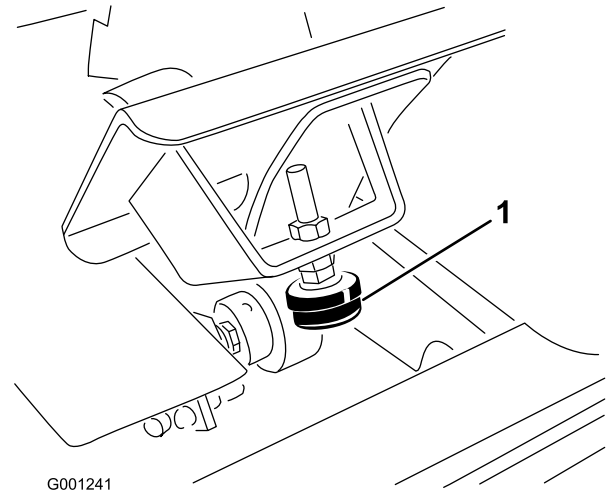

Bild 67
1. Prüfen Sie die Einstellung des Anschlages des Fahrpedals. Der Pedalanschlag (Bild 67) sollte den Rahmen leicht berühren, bevor die Pumpe den ganzen Hub durchlaufen hat.